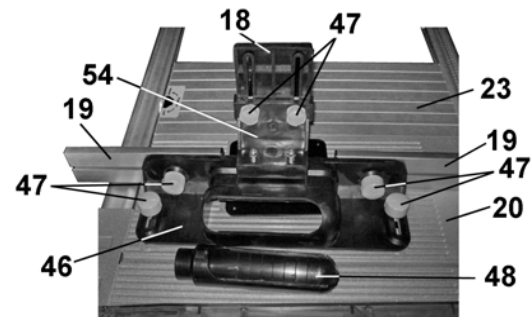

Рис.17
8.5.2. Болтовым соединением скрепите держатель планок (46) и держатель вертикальной планки (54), Рис.17. Держатель планок (46) закрепите на рабочем столе (20), Рис. 16-18. На держателе (46) установите и закрепите направляющие планки (19), вставьте (затягивая) патрубок (49), Рис.16-18. На держателе (54) установите и закрепите прижимную планку (18), Рис.17.